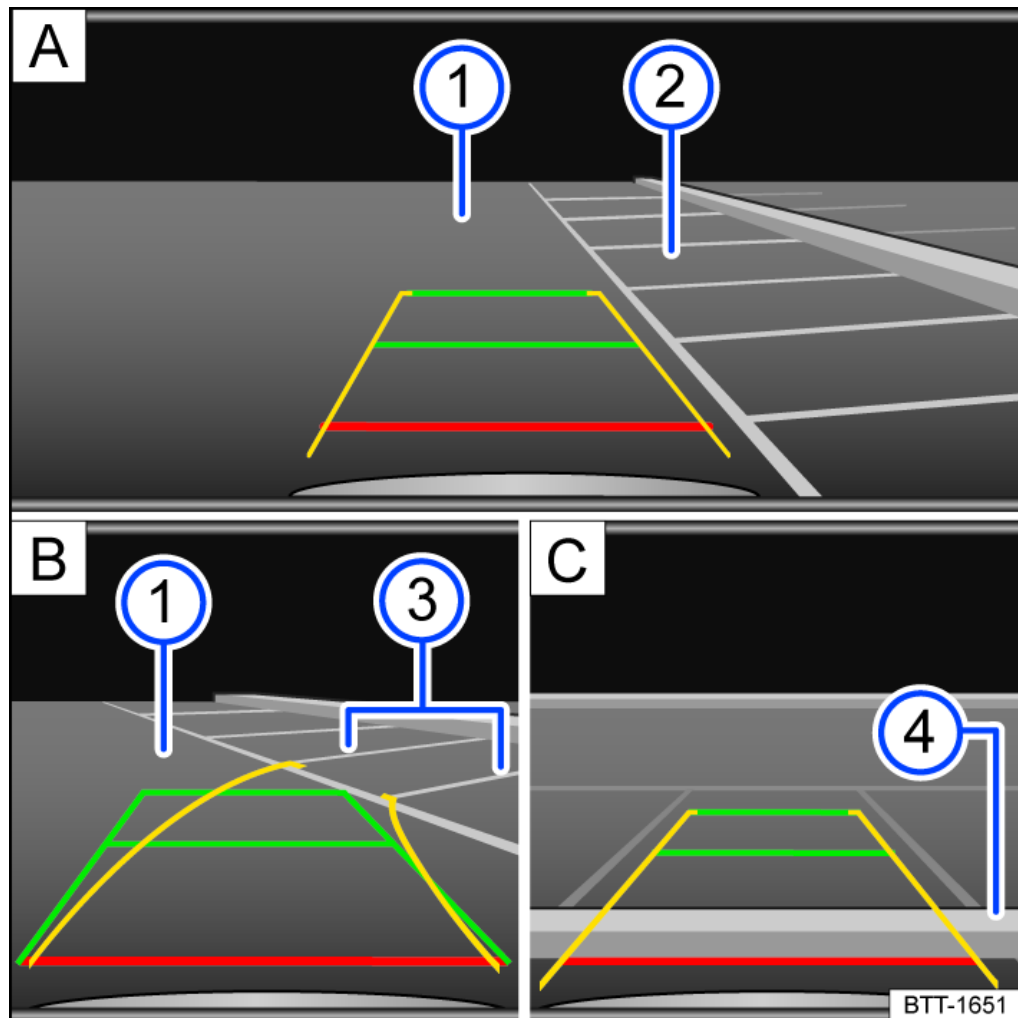

Abb. 1 Bildschirmanzeige im Infotainment-System: Einparken mit der Rückfahrkamera.
—Fahrzeug vor der Parklücke positionieren → Abb. 1 (A) (2).
—So einlenken, dass die gelben Linien in die Parklücke führen. Die grünen und gelben Linien müssen mit den seitlichen Begrenzungslinien → Abb. 1 (B) (3) übereinstimmen.
—Wenn die rote Linie die hintere Begrenzung → Abb. 1 (C) (4) erreicht, anhalten.